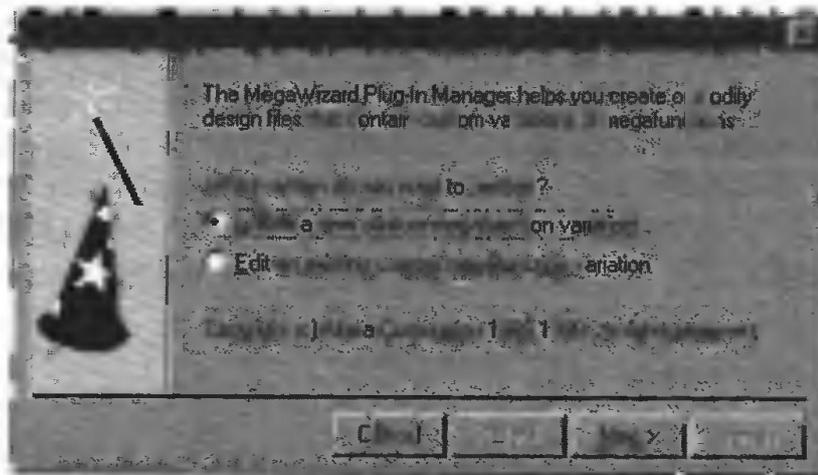

Рис. 3.16
- В диалоговом окне **Symbol** щелкните по надписи **MegaWizard Plug-In Manager**. Откроется первая страница мастера **MegaWizard**, показанная на рис. 3.16.